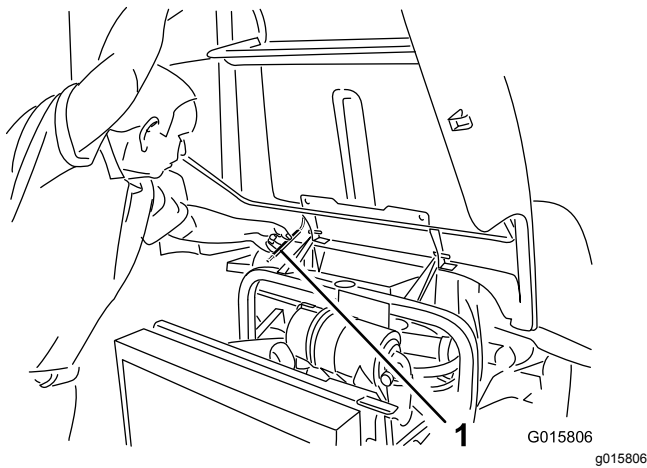

Figure 47
- Soulevez le capot jusqu'à ce que la béquille puisse être placée derrière le tube du châssis (Figure 47).